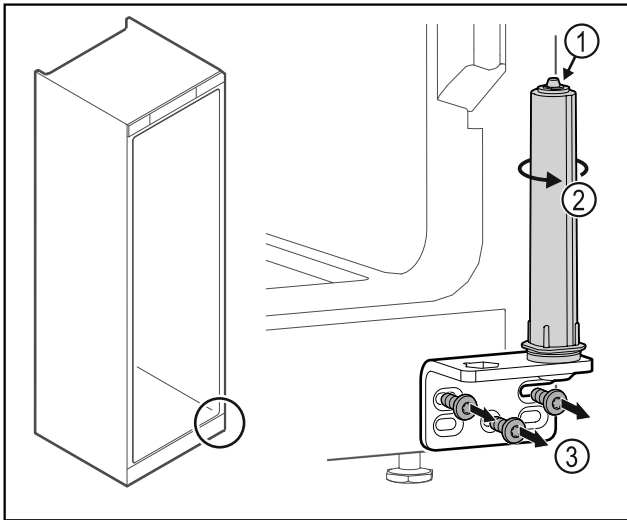

Fig. 35
- Deursluitstelsel niet uit elkaar halen Fig. 35 (1).
- ▶ Sluitsysteem Fig. 35 (2) draaien tot het klikt.
- ▶ Scharnierhoek Fig. 35 (3) losschroeven.